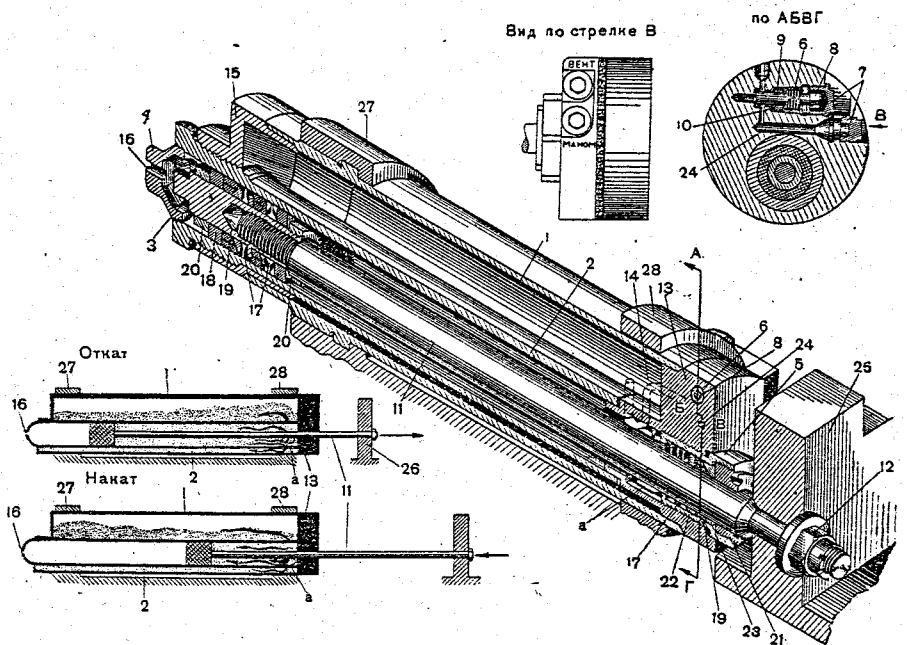

Рис. 59. Накатник:
3. Вывинтить из дна цилиндра накатника крышки 7 (рис. 59).